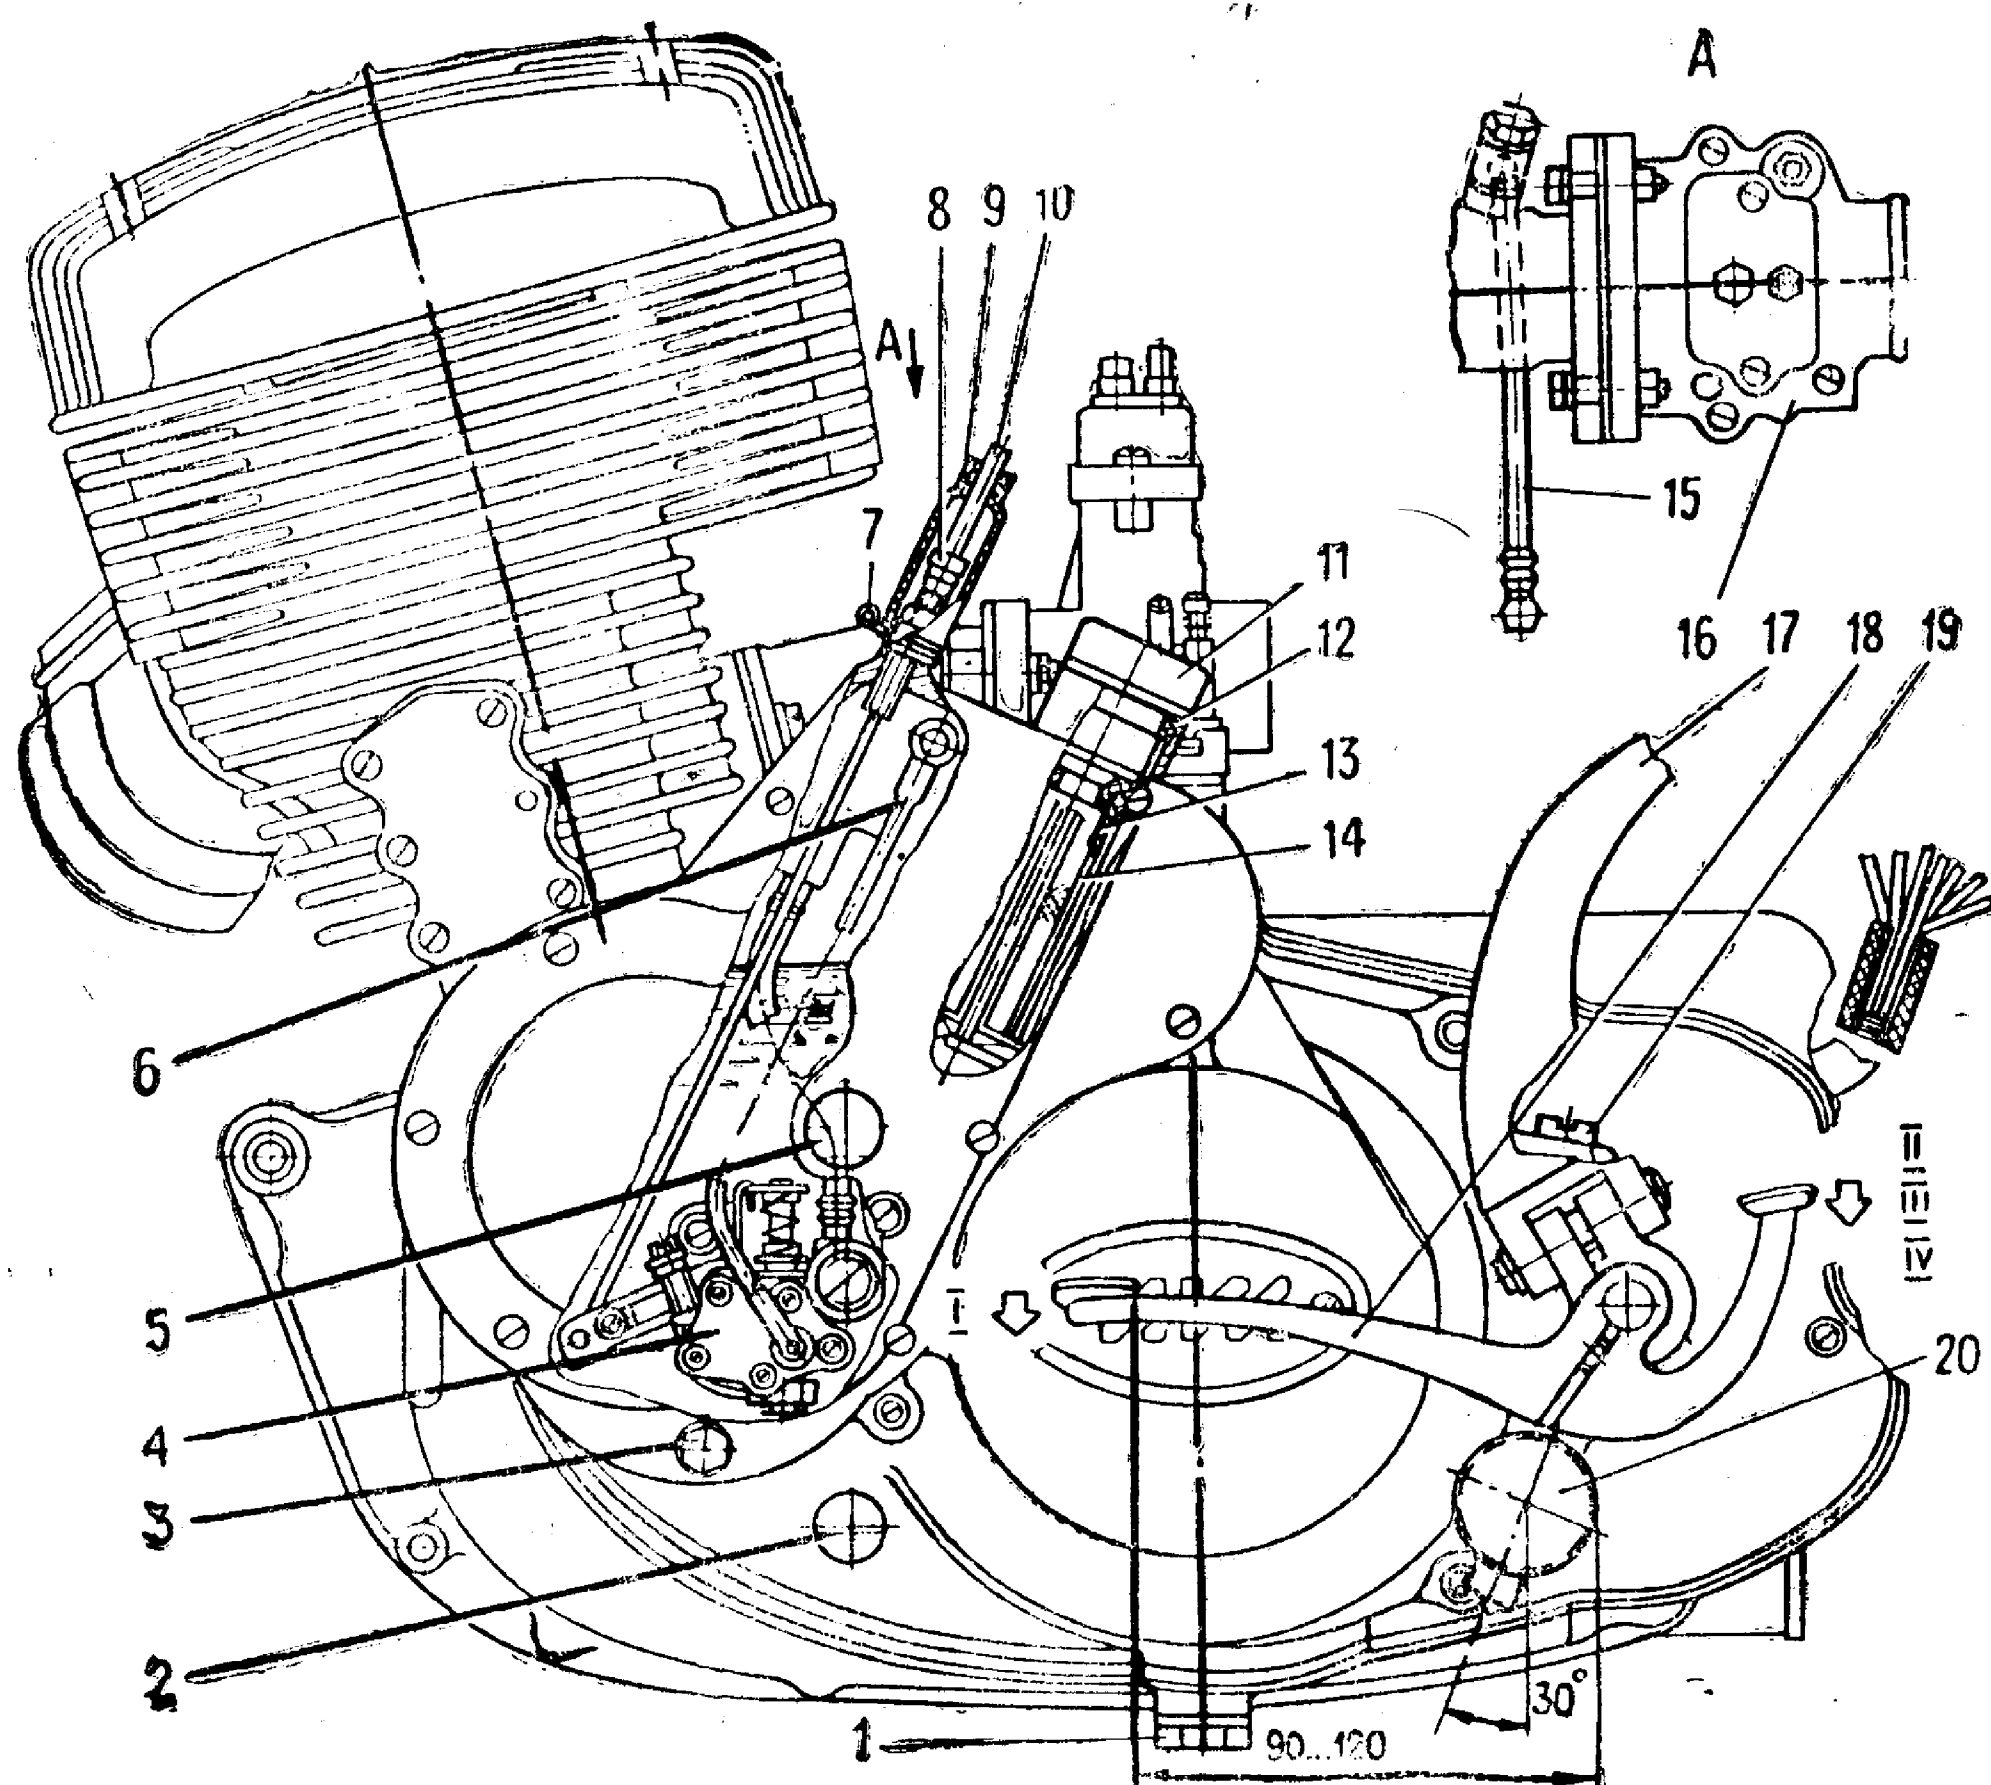

Рис. 11. Двигатель (вид слева):
Рычаг пускового механизма 17 (рис. 11) расположен на левой стороне двигателя, пуск двигателя производится нажатием на рычаг ногой.
Рычаг переключения передач 18 (рис. 11) расположен на левой стороне двигателя. Нейтраль находится между I и II передачами. Включение I передачи из нейтрального положения производится нажатием на педаль рычага вниз.
Замену масла производить на прогретом двигателе, лучше всего сразу после поездки. Слить отработанное масло через отверстие в нижней части картера (рис. 11). Завернуть пробку, залить 0,5 л масла через отверстие под крышку люка и дать двигателю проработать 1...2 мин. После этого масло слить и залить 1 л свежего масла (см. табл. 2).
- сдвинуть колпачок 9 (рис. 11) со скрепкой 7, вытянуть за оболочку трос дозатора 10 до упора и, поддерживая работу двигателя на холостом ходу, заполнить прозрачный маслопровод маслом (время, необходимое для прокачки маслосистемы, 2...3 мин);
- ослабить скрепку 7 (рис. 11) и сдвинуть колпачок 9 вверх по оболочке троса;